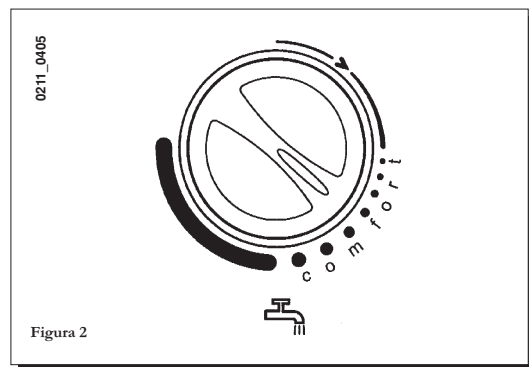

Figura 2
Valva pentru gaz este prevăzută cu un dispozitiv de reglare electronică a flăcării în funcție de poziția butonului (13) de reglare a apei menajere și de cantitatea de apă admisă. Acest dispozitiv electronic permite obținerea unor temperaturi constante ale apei, la ieșirea din centrala termică, chiar și pentru debite mici admise. Pentru a limita consumul de energie electrică, se recomandă fixarea butonului în poziția "confort -" (figura 2). În perioada iernii va fi necesară probabil o creștere a temperaturii apei menajere, la valorile dorite. În cazul în care indicatorul este reglat pentru valori minime, va fi activă numai funcția anti-gel, pentru apa din fierbător.